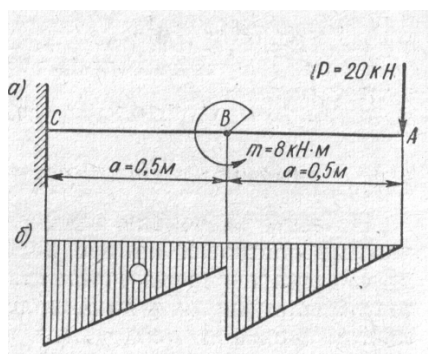

Рис. 16.
3. На рис. 16, а изображена консольная балка, нагруженная сосредоточенной силой P и парой сил, момент которой равен m . Эпюра изгибающих моментов показана на рис. 16, б. Вычислите величины изгибающих моментов в сечении Л, справа и слева от сечения В и в сечении С. Определите величину скачка на эпюре изгибающих моментов в сечении В и постройте эпюру поперечных сил.